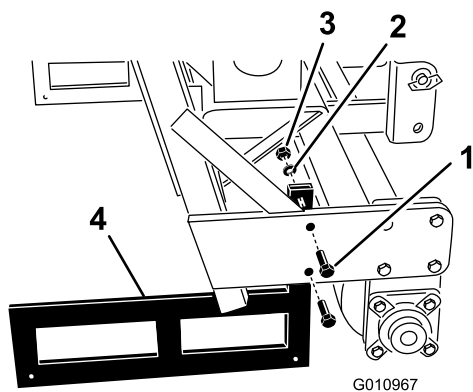

图34
2. 卸下将存放架固定到打孔机两端的螺栓、锁紧垫圈和螺母图34。